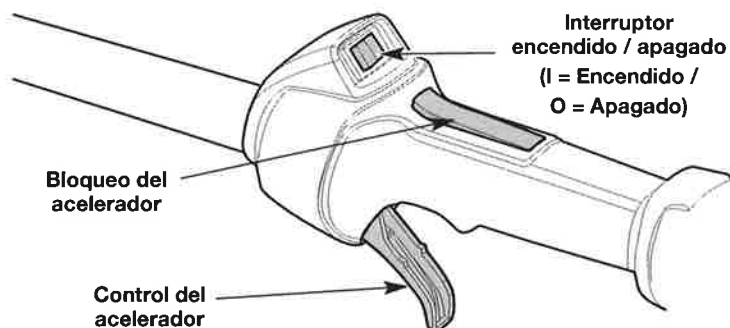

Fig. 7
NOTA: No hay necesidad de encender la unidad. El interruptor de Encendido/Apagado debe estar en la posición **Encendido (I)** en todo momento (Fig. 7).
NOTA: **NO** apriete el control del acelerador hasta el paso 8 (Fig. 7).
8. Oprima y mantenga apretado el bloqueo del acelerador (Fig. 7). Apriete el control del acelerador según sea necesario para el funcionamiento (Fig. 7).
2. Oprima y no suelte el interruptor de control de Encendido y Apagado en la posición **Apagado (O)** hasta que el motor se detenga por completo (Fig. 7).
NOTA: **NO** apriete el control del acelerador hasta el paso 10 (Fig. 7).
10. Oprima y mantenga apretado el bloqueo del acelerador (Fig. 7). Apriete el control del acelerador según sea necesario para el funcionamiento (Fig. 7).